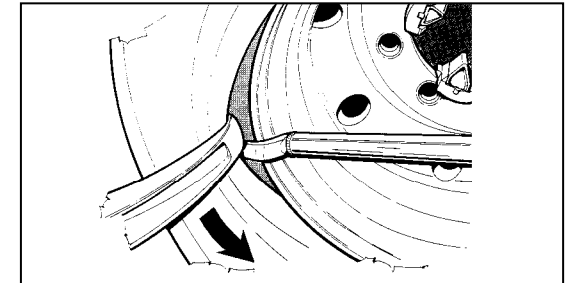

Fig.29
3. Lift the chuck arm enough to clear the hook 2-3 cm (1"-1"1/2) from the rim flange. Move the mount/demount tool towards the outside. This will allow you to place the long bar in between the bead and the rim flange for necessary prying (Fig.29).
3. *Lever le bras porte-arbre de manière à éloigner l'outil du bord de la jante (2-3 cm). Déplacer l'outil vers l'extérieur pour pouvoir insérer le levier souève-talons long (Fig.29).*
3. Den Hubarm heben, um das Werkzeug vom Felgenhorn freizustellen (2-3 cm). Das Werkzeug nach außen bewegen, sodaß das lange Montiereisen angesetzt werden kann (Abb.29).